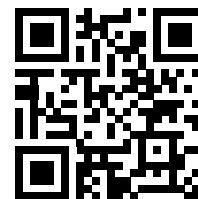

Figure 1
WEEE Figure 1: In the European Union (EU), this symbol means that electrical and electronic equipment should not be disposed of with general household waste. Please contact your dealer, supplier or local recycling authority for further details regarding appropriate disposal of this product and your nearest designated collection facility.
WEEE Figure 1: Dans l'Union européenne (UE), ce symbole signifie que les équipements électriques et électroniques ne doivent pas être jetés avec les ordures ménagères. Veuillez contacter votre revendeur, le fournisseur ou l'autorité de recyclage locale pour en savoir plus sur l'élimination appropriée de ce produit et votre centre de collecte le plus proche.